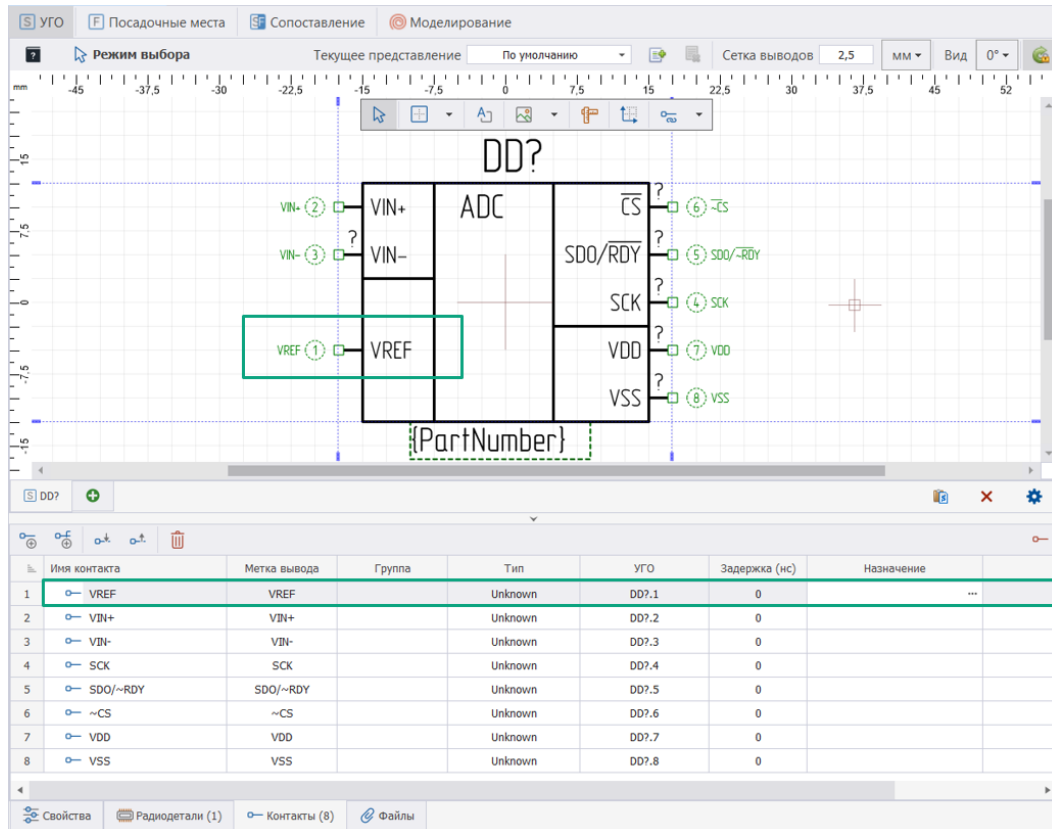

Рис. 238 Результат сопоставления вывод УГО с контактом
4. При нажатии левой кнопки мыши выбранный контакт будет сопоставлен с выводом, на который наведен курсор, см. Рис. 238.